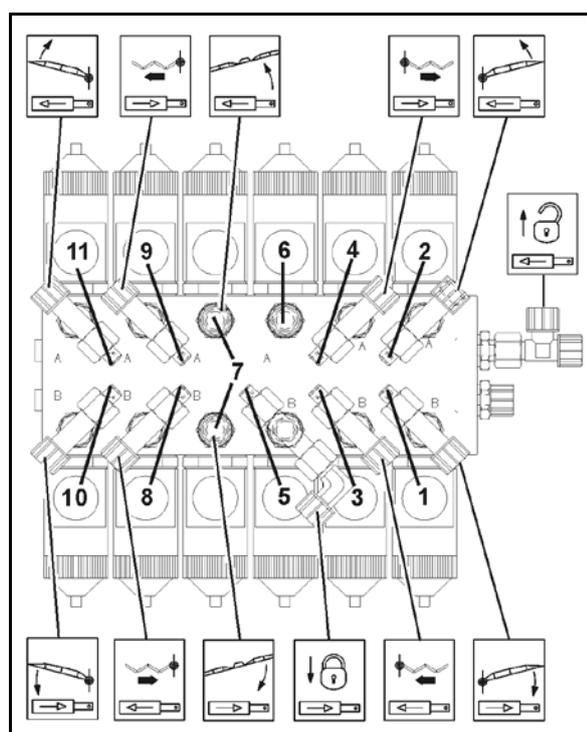

Fig. 180
De no ser así, alinear el varillaje de pulverización desplegado con la compensación de oscilaciones **desbloqueada** mediante contrapesos (Fig. 180/1). Fijar los contrapesos convenientemente en la extensión.
1. Aflojar la contratuerca del tornillo de ajuste (Fig. 180/1).
1. Aflojar los tornillos (Fig. 180/2) de la brida de sujeción (Fig. 180/3). La alineación se efectúa directamente con la garra de plástico (Fig. 180/4) a través de los orificios alargados de la brida de sujeción.
3. Apretar los tornillos (Fig. 180/2).